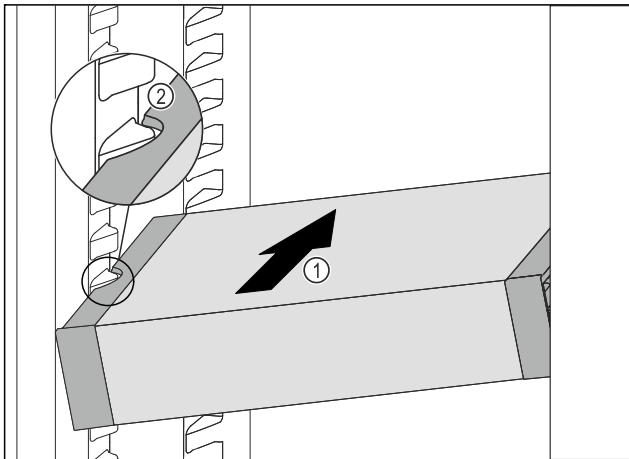

Fig. 48
- ▶ Insérer le VarioSafe en biais dans la partie réfrigérateur Fig. 48 (1) jusqu'à ce que les encoches latérales Fig. 48 (2) du VarioSafe se trouvent à la hauteur de la nervure du bac dans la partie réfrigérateur.